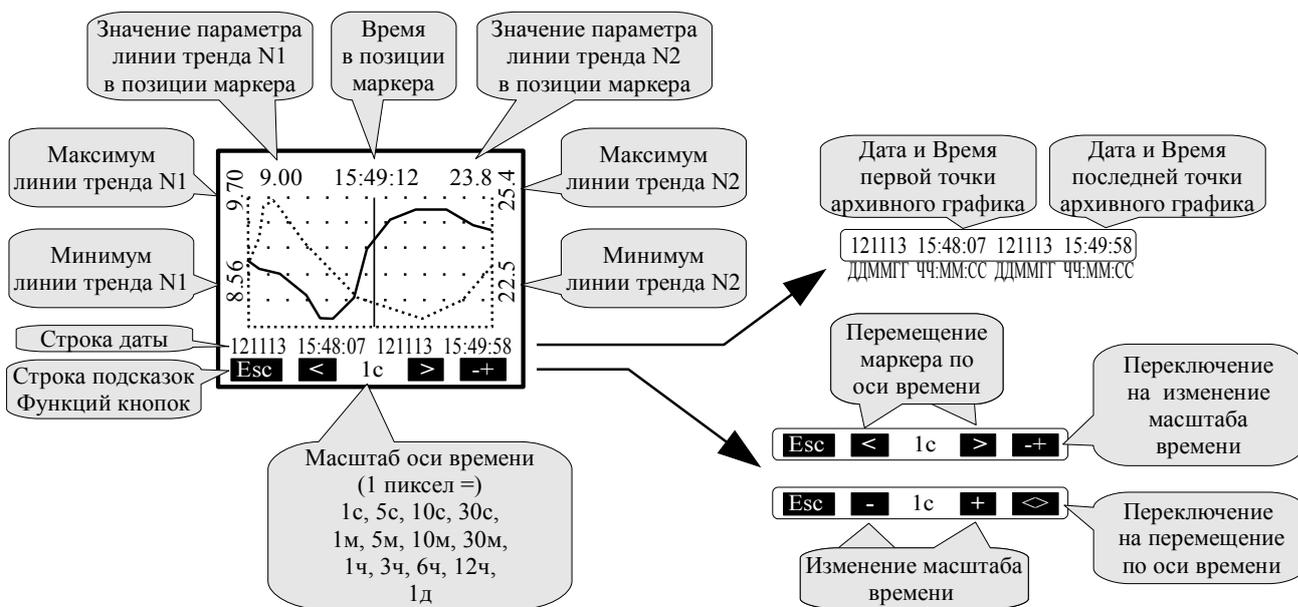

Рисунок 5 - Описание элементов управления и отображения данных в подменю «Просмотр архива»
- **Просмотр архива** - в этом режиме просматривается архив. Правая кнопка позволяет переключать режим управления маркером: кнопками и либо изменяется интервал дискретности по времени, либо перемещается маркер, указывающий на время просмотра и значения измеряемых параметров в это время (смотри Рисунок 5).